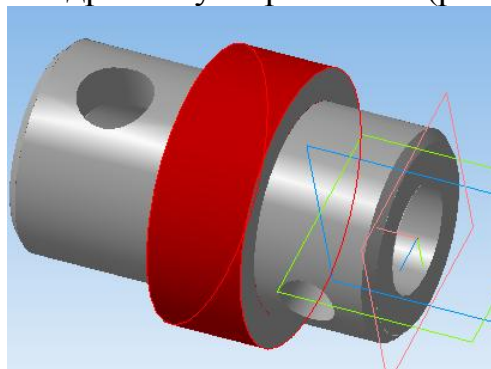

Рис. 7
36. Укажите цилиндрическую грань вала (рис. 7).